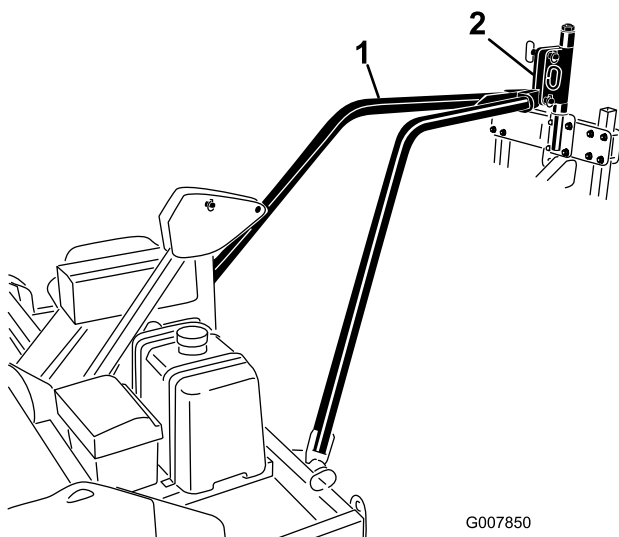

Figura 13
4. Retire la cuerda de amarre y baje la placa de enganche del brazo de tiro sobre el enganche pivotante del aireador (Figura 13).